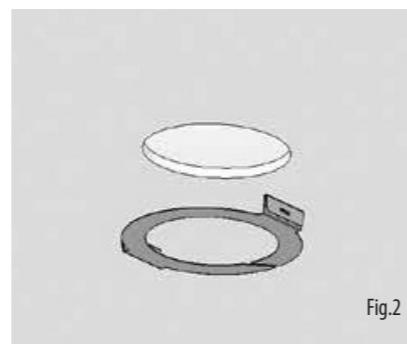

Fig.2
2. 使用垫锯切出天花板上的孔, 然后将 C 形环滑入天花板, 将其对准切出的孔。(图 2)
如果使用电源驱动器, Tannoy 建议将扭矩设置为 1.5 Nm。(图 2)